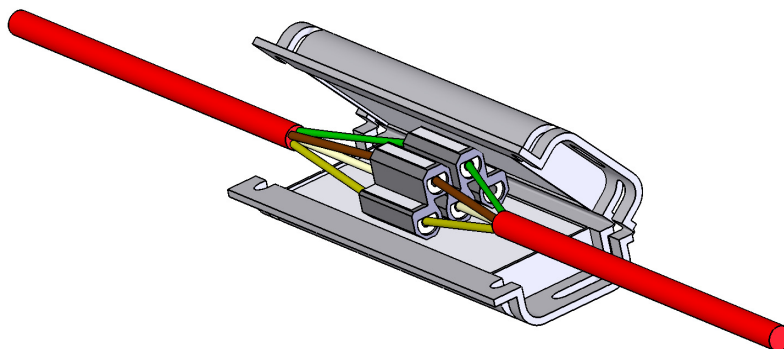

Abbildung 5.19: Platzierung des Verbinderblocks
7. Verbinderblock in der Mitte der Gel-Box platzieren und fest in das Gel drücken (siehe Abbildung 5.19). Es ist darauf zu achten dass, das Gel nicht verschmutzt wird während die Gelbox geöffnet ist.